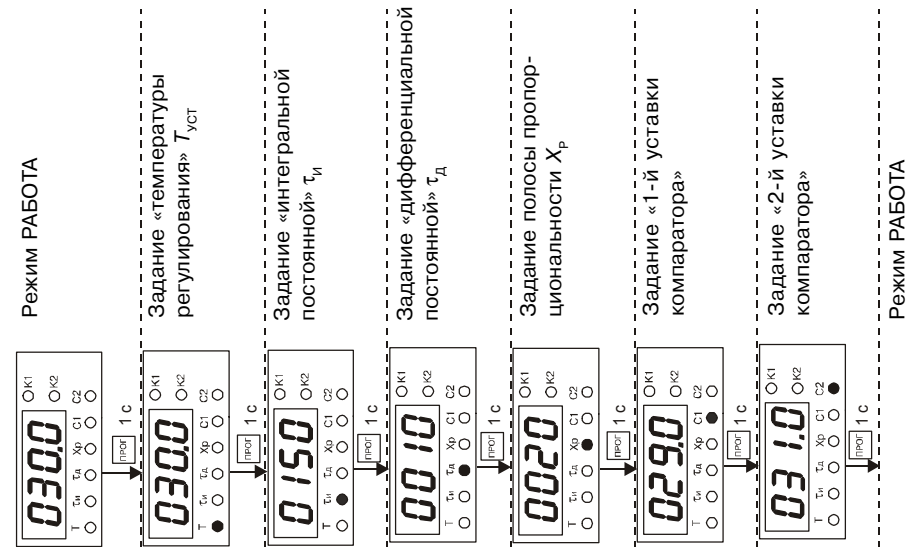

Рис. 19
6.3.2.1. При нахождении в режиме РАБОТА нажать кнопку  (в течение 1 с), после чего загорается светодиод "Т" и на индикаторе появляется установленное значение температуры регулирования (по умолчанию 30,0) с мигающим правым разрядом (рис. 19).